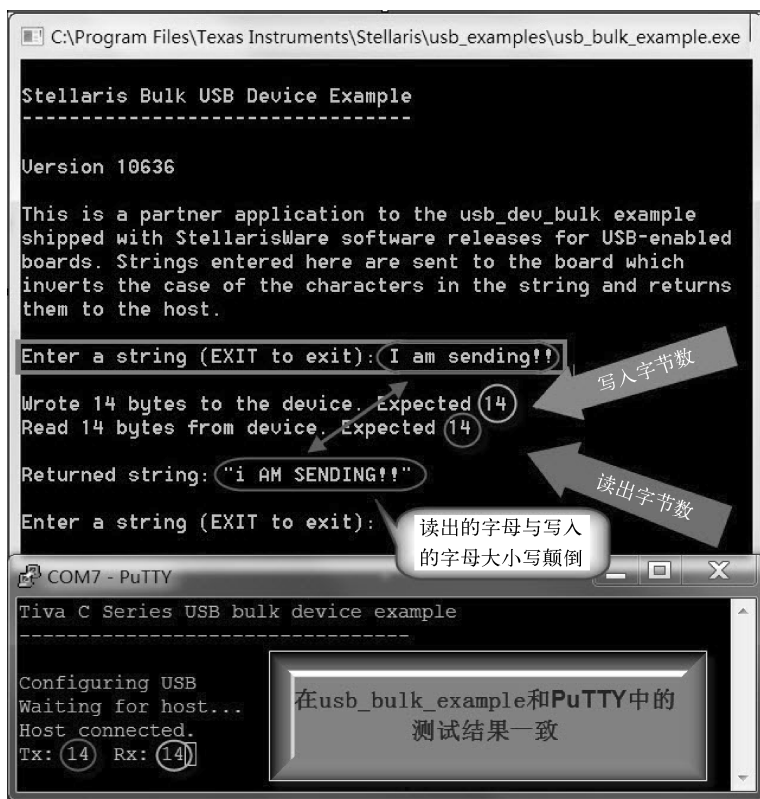

图 14-22 对 bulk 设备的测试结果
- 4) 单击工具栏中的  图标, 启动代码在 LaunchPad 开发板中运行, 测试结果如图 14-22 所示。
从图 14-22 中可以看到, 不但写入到缓冲区中的数据字节数和从缓冲区中读出的数据字节数相等, 而且字母的大小写也发生了倒置。并且从上位机 “usb_bulk_example” 得出的测试结果和通过 UART 读出的测试结果一致, 验证了上述程序实现了所要求的功能, 程序设计正确。